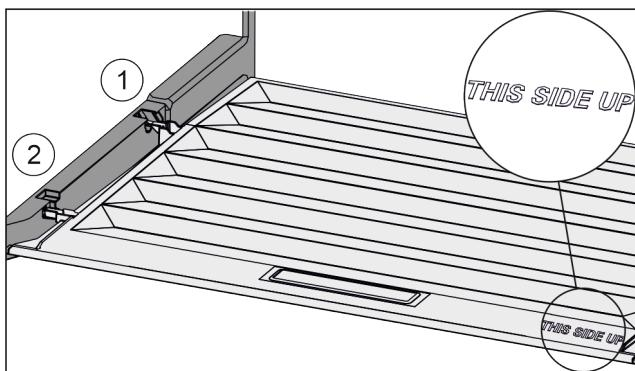

Fig. 39
- Вставити поперечні ребра через отвір заднього тримача Fig. 39 (1) і зафіксувати спереду у тримачі Fig. 39 (2).